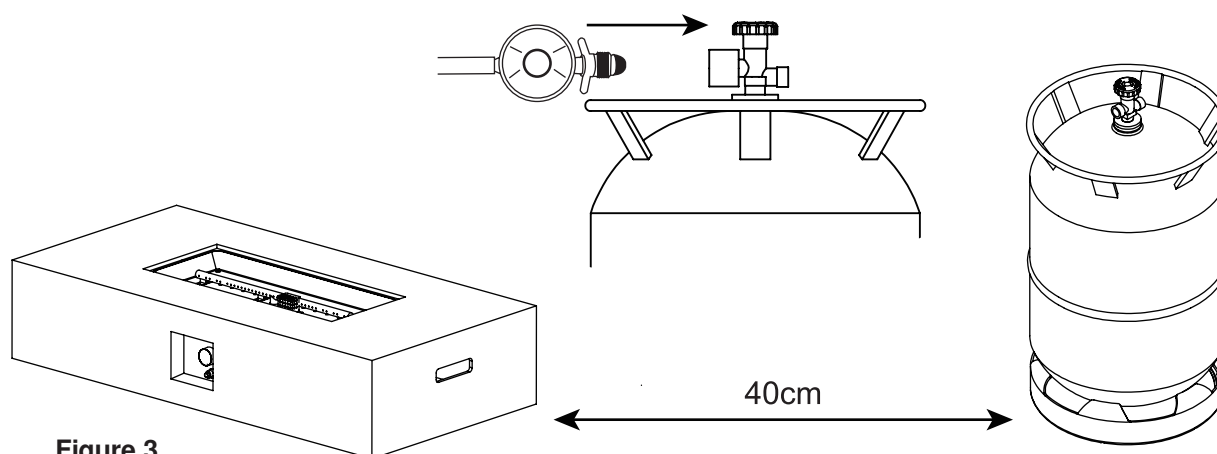

Figure 3
4. Schließen Sie den Regler an das Ventil der Gasflasche an und ziehen Sie ihn fest (siehe Figure 3).